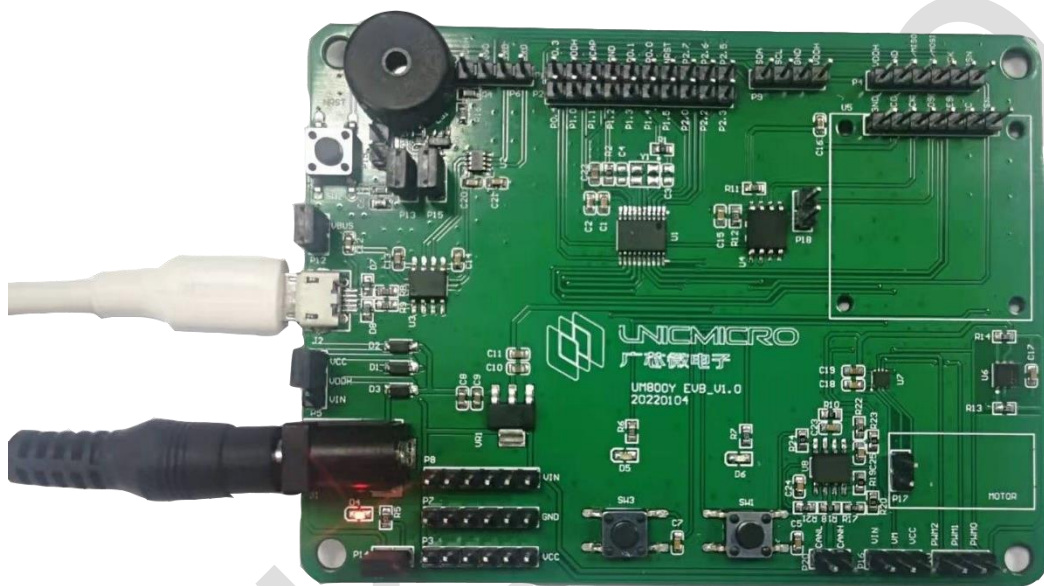

图 2-2：硬件连接示意图
1. 用 USB 线将芯片硬件开发板与电脑连接起来，给开发板供电。USB 口能够供电的同时也能作为调试接口，连接如图 2-2 所示。